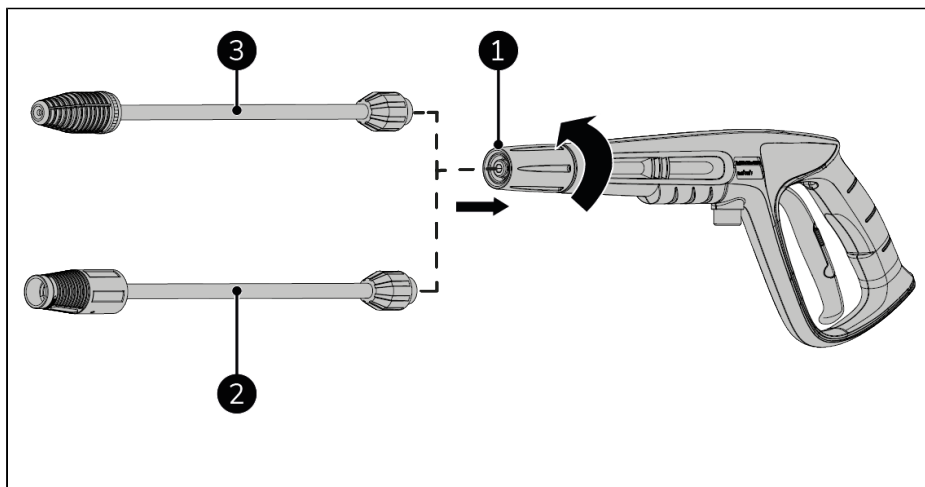

Figure 78.
1. Vissez (ferment) sur le pistolet à jet (Figure 78, pos. 1) l'une des buses suivantes :
- la buse réglable (Figure 78, pos. 2), ou ;
- la buse turbo (Figure 78, pos. 3).